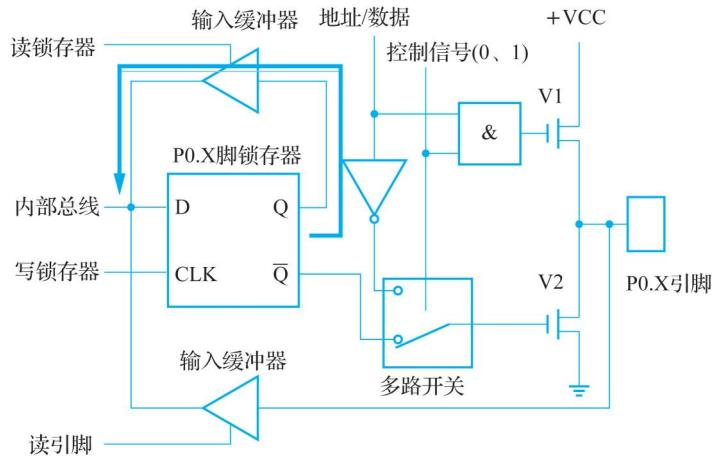

图 1-16 P0 口读锁存器时的流程图
(2) P0 读锁存器。读锁存器时，通过打开读锁存器三态缓冲器读取锁存器输出端 Q 的状态，如图 1-16 所示(粗线箭头)。